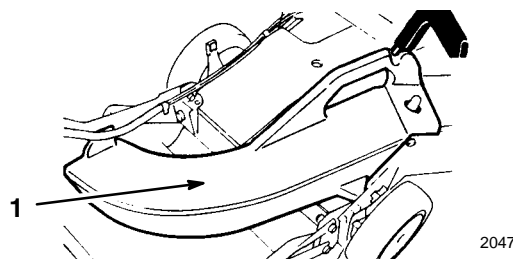

Abbildung 35
1. **Seitenauswurfvorrichtung Modell Nr. 59113** – Läßt sich in Sekunden installieren. Wird anstelle des Graskorbs oder des Auswurfkanalstopfens hinten am Gerät montiert. Verteilt geschnittenes Gras an beiden Seiten (Abb. 35).